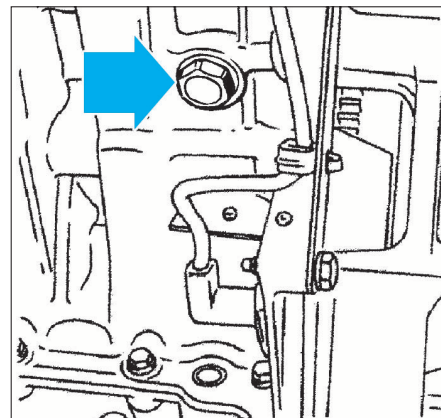

FIG. 26
- Déposer la vis de vidange du carter-cylindres (Fig.26).